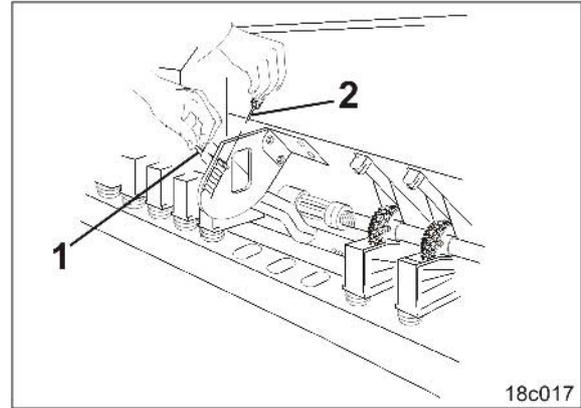

Fig. 125
1. Enclavar la palanca de la trampa (Fig. 125/1) en una de las 8 posiciones.
2. Asegurar la palanca de la trampa con un pasador clavija (Fig. 125/2).